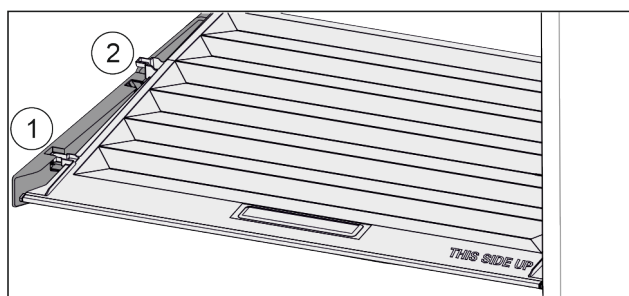

Fig. 91
- Vytáhněte víko dopředu až k otvoru v přídržných dílech Fig. 91 (1).
- Vzadu zespuďte nadzvedněte a vyjměte směrem nahoru Fig. 91 (2).